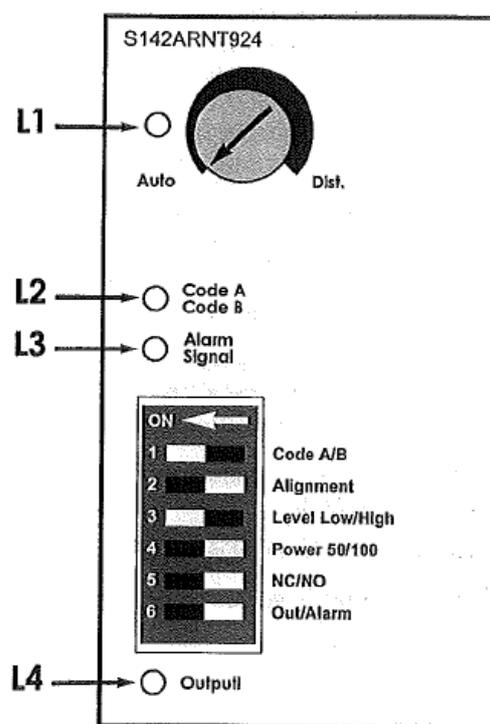

图 38: 光电监测器放大器的控制
4. 灯 1 和 2 将亮为绿色，灯 3 和 4 将亮为琥珀色。参见图 38。